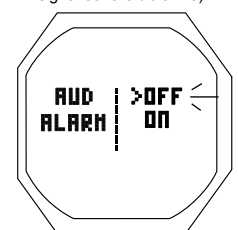

Fig. 133 - RÉGLAGE DU SIGNAL SONORE
**RÉGLAGE DU SIGNAL SONORE D'ALARME (AUD)** : paramètres affichés (Fig. 133)